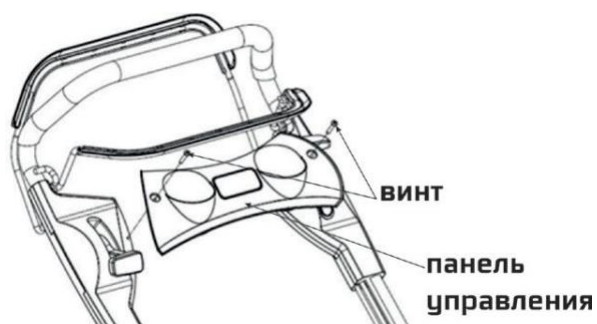

Рис.5.
3. Закрепите панель управления двумя винтами, как показано на Рис.5